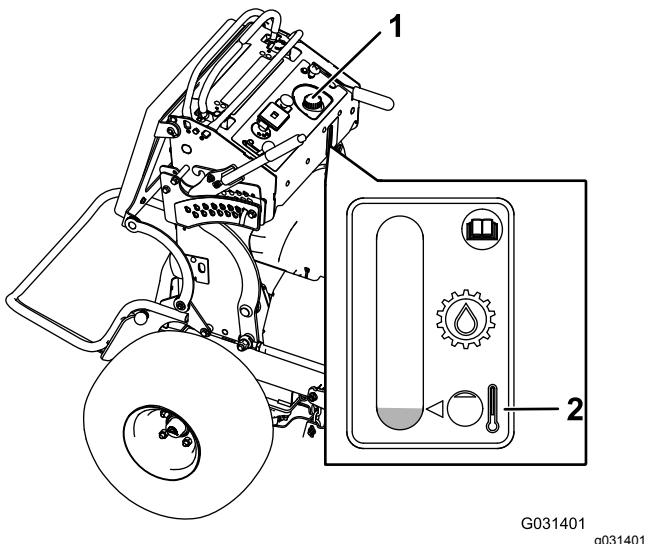

Figura 69
3. Limpie alrededor del cuello de llenado y el tapón del depósito de aceite hidráulico (**Figura 69**).
4. Retire el tapón del cuello de llenado (Figura 69).